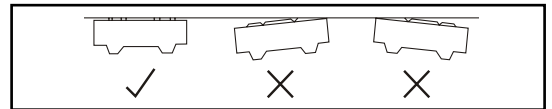

fig.1a
1. Pour permettre une bonne évacuation de la condensation, positionner la plaque qui doit être parfaitement horizontale et entourée d'un espace libre. Respecter l'orientation indiquée sur las fig. 1a.